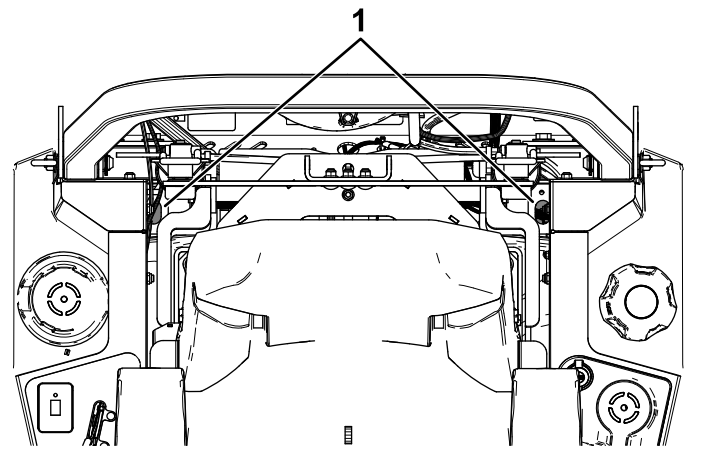

Figura 69
4. Utilice una extensión y una llave de vaso de 7/16" para acceder al tapón de ventilación desde la parte superior de la máquina a través de los orificios situados cerca de los soportes de la barra antivuelco (Figura 69).